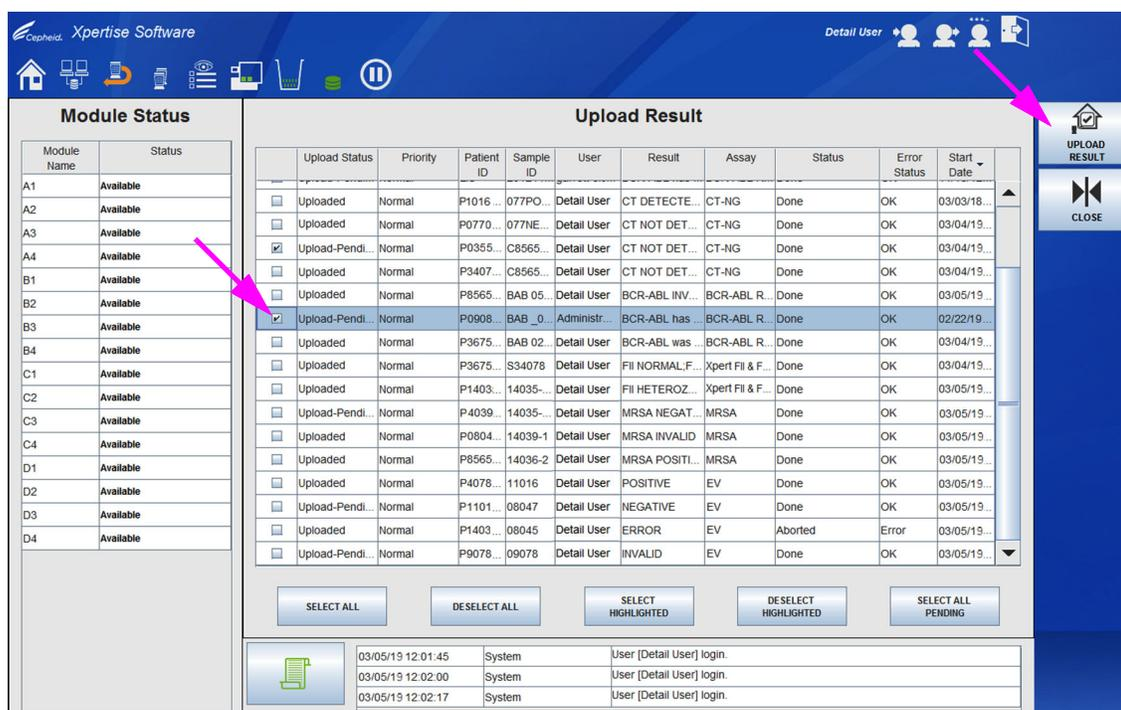

图 5-189. 显示已完成的测试可以上载至主机的上载结果 (Upload Result) 工作区
1. 在查看结果 (View Results) 工作区, 选择**上传结果 (UPLOAD RESULT)** 按钮 (请参见图 5-188)。出现上传结果 (Upload Result) 工作区, 显示一系列完成的测试。请参见图 5-189。
- 选择**上载结果 (UPLOAD RESULT)**按钮，将所选测试结果上载到主机。请参见图 5-189。